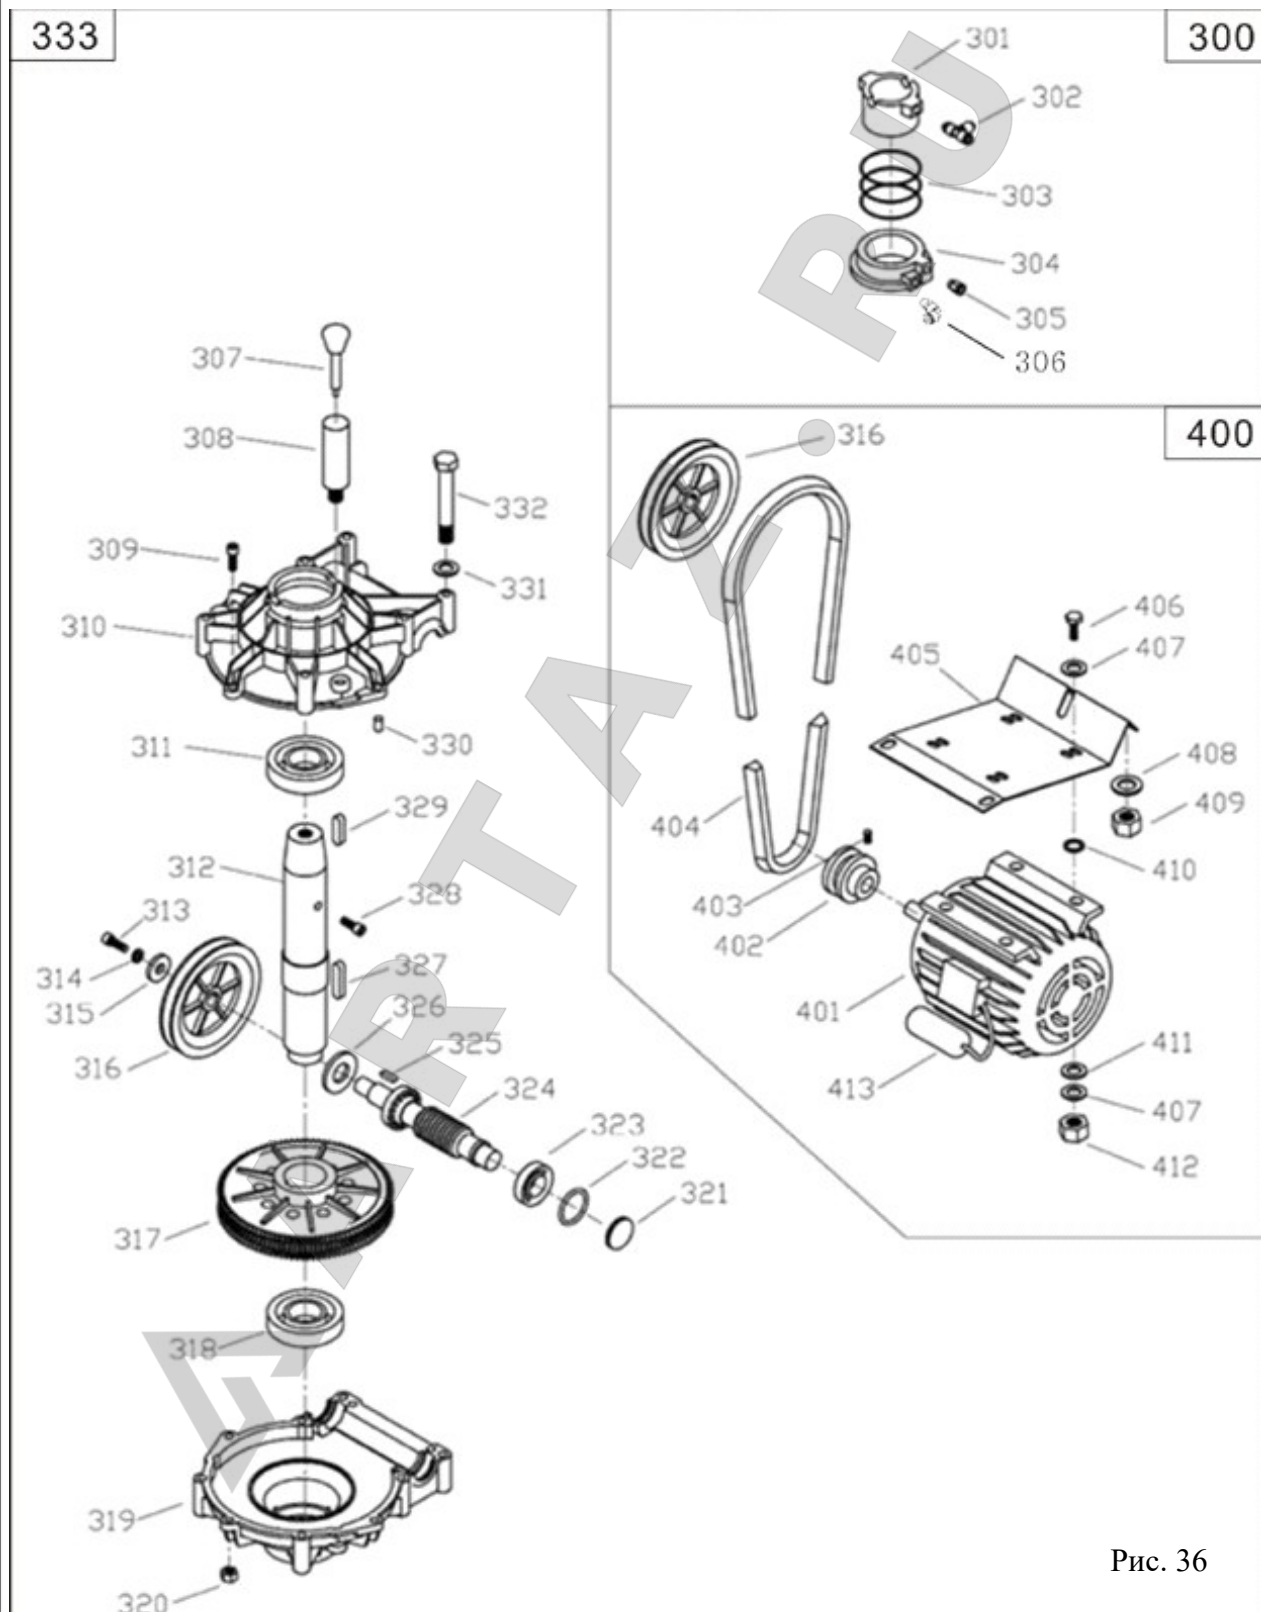

Рис. 36
2010801 Детали поворотного клапана в сборе (Рис.36)
**2064938 Редуктор в сборе (рис. 36)**
**2012501 Детали двигателя в сборе (рис. 36)**